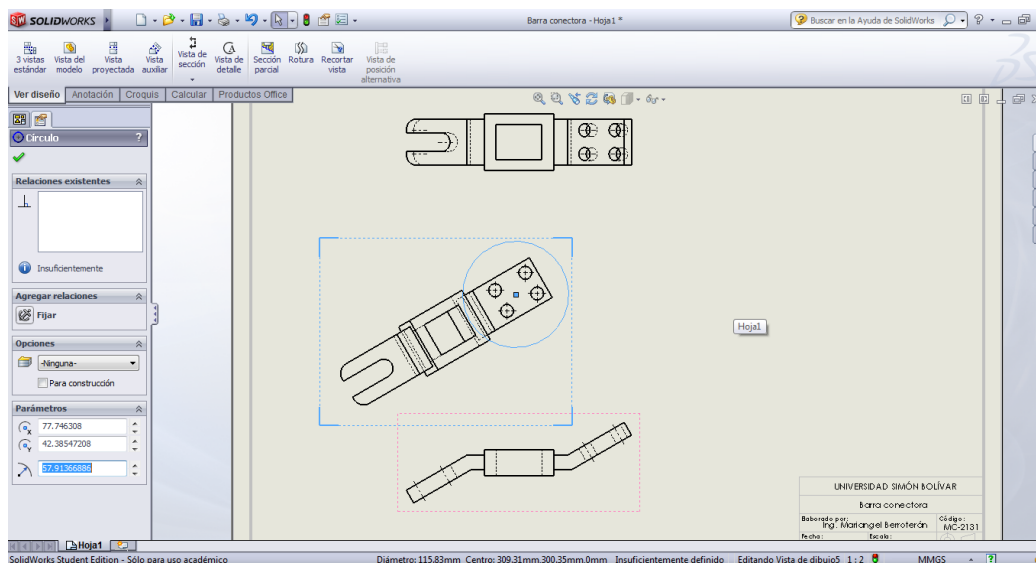

Figura 56. Croquis alrededor de la zona de interés.
- c) Para recortar la vista, croquisce una forma cerrada alrededor de la zona que desea dejar, como se observa en la Figura 56.